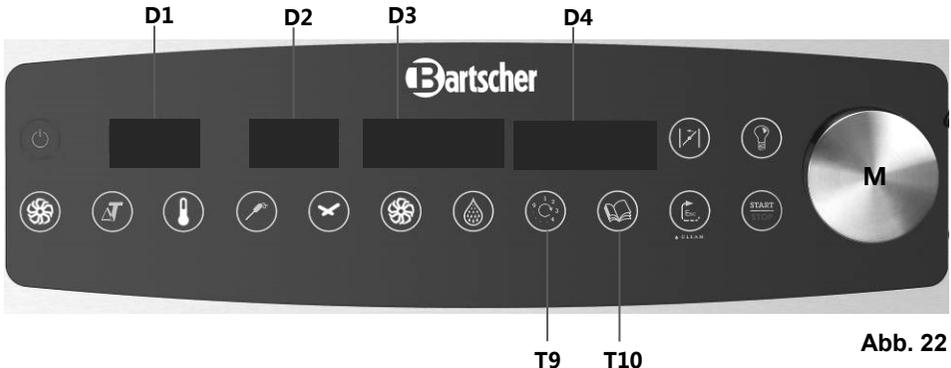

Abb. 22
3. Drücken Sie gleichzeitig den Drehschalter **M** (**Abb. 22**) und die Taste **T10** (**Abb. 22**).
3. Drücken Sie gleichzeitig den Drehschalter **M** (**Abb. 22**) und die Taste **T9** (**Abb. 22**).